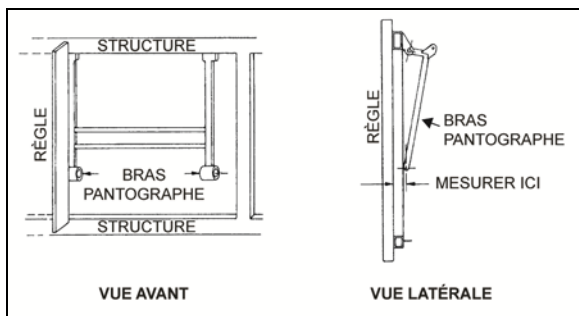
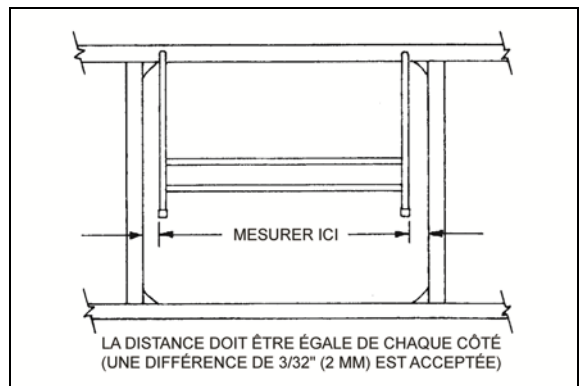

FIGURE 58 : AJUSTEMENT D'UNE PORTE À PANTOGRAPHE 18062
FIGURE 59 : AJUSTEMENT D'UNE PORTE À PANTOGRAPHE 18063
Mesurer la distance entre l'extrémité de l'un des bras du pantographe et un bord droit de la structure. Répéter la procédure pour l'autre bras. La distance doit être égale des deux côtés. Si ce n'est pas le cas, incliner le bras approprié jusqu'à ce que la mesure souhaitée soit obtenue (Figure 58 et Figure 59).
5. Lorsque la porte est droite, enlever les morceaux de bois et vérifier que la porte fonctionne et est ajustée correctement. Une différence de  $3/32$  po (2 mm) est acceptée entre les deux côtés (Figure 59).